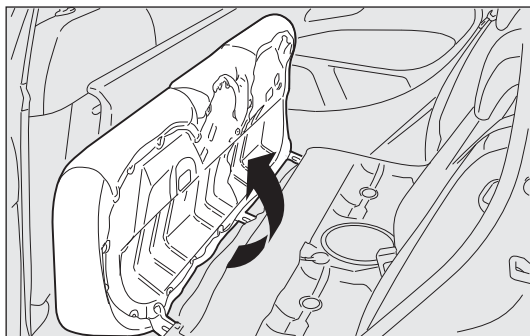

fig. 76
- ☐ renverser les coussins en avant dans le sens indiqué par la flèche fig. 76 ;